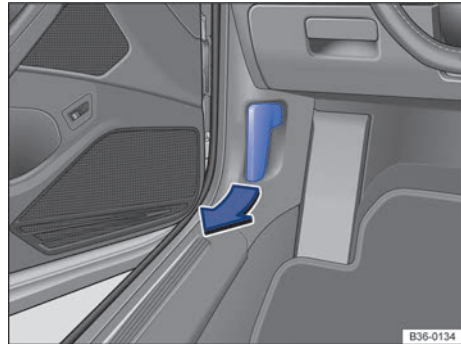

Fig. 295 En la zona reposapiés del lado del conductor: palanca de desbloqueo del capó del motor.
- Antes de abrir el capó del motor, asegúrese de que los brazos del limpiacristales se encuentren sobre el parabrisas → ①.
- Abra la puerta del conductor y tire de la palanca de desbloqueo en el sentido de la flecha → fig. 295. El capó del motor se desengancha del bloqueo de la chapa portacierre por la fuerza de un muelle → ▲.